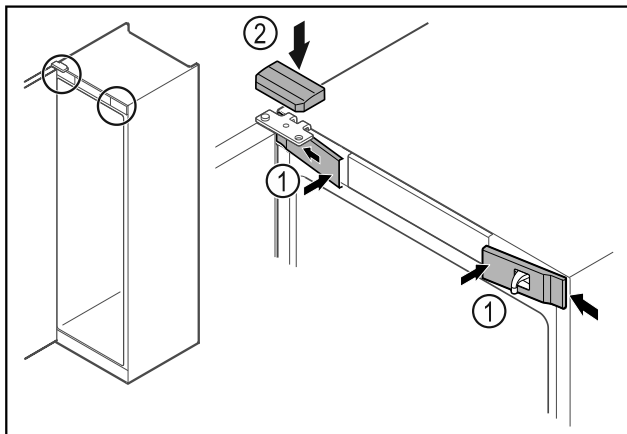

Fig. 47
- Přední kryty Fig. 47 (1) bočně zahákněte a zaklapněte.
- Horní kryt Fig. 47 (2) shora zaklapněte.